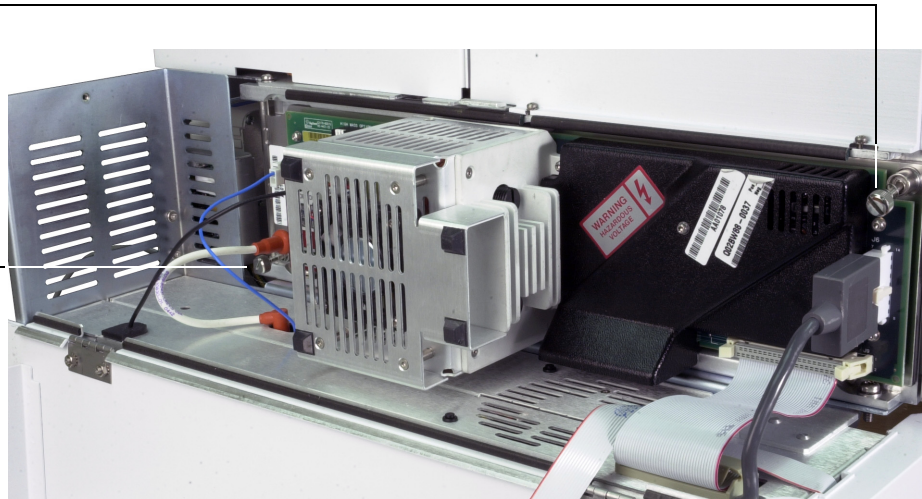

Abb. 25 Rändelschrauben der Seitenabdeckung
- 8 Ziehen Sie die Rändelschrauben an der Seitenabdeckung handfest an (Abb. 25).